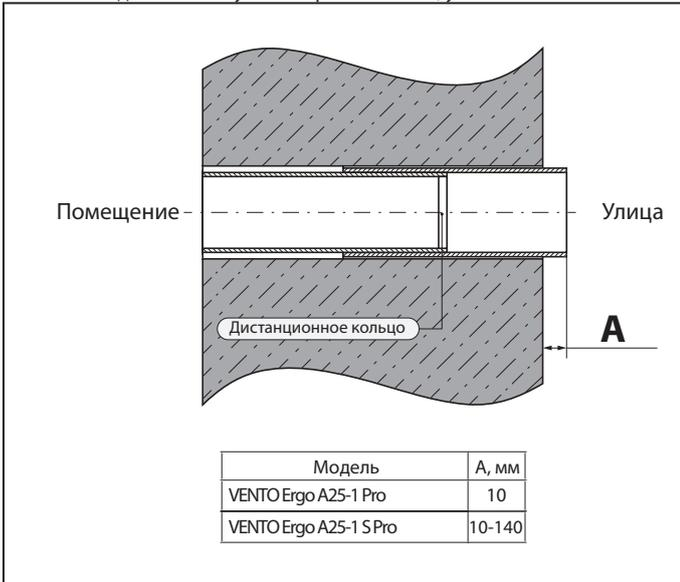

Рис. 8.
**2.** Установите телескопический канал в стене. С наружной стороны стены канал должен выступать на расстояние А, указанное на Рис. 8.